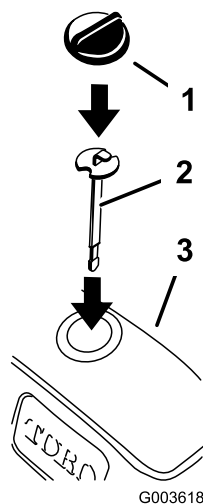

Figure 37
3. Insérez la nouvelle jauge et vérifiez le niveau de liquide hydraulique (Figure 37).